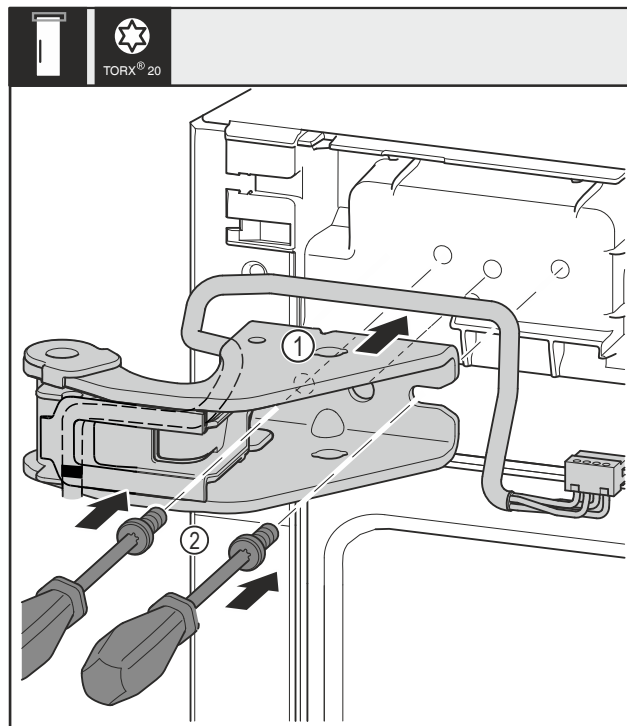

Fig. 32
- Pristavite zgornji ležajni podstavek Fig. 32 (1).
- Vstavite vijake Fig. 32 (2) z izvijačem in jih zategnite.